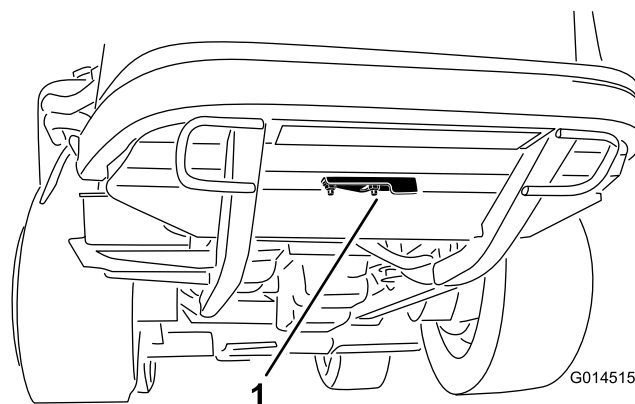

Figura 35
2. Afloje la tuerca con arandela prensada que sujeta la tapa del hueco de limpieza a la parte inferior del bastidor trasero (Figura 35). Gire la tapa a un lado para tener acceso al hueco de limpieza del bastidor.